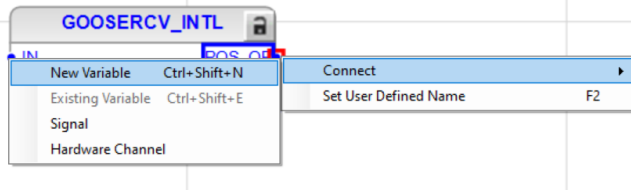

Imagen 343_Conexión de variable en el puerto de salida POS_OP del bloque GOOSERCV_INTL.
5.1.26 En el bloque de “GOOSERCV_BIN” daremos clic derecho en la salida “POS_OP”, seleccionamos “Connect - New Variable” como se observa en la **Imagen 343** y le cambiamos el nombre a la variables por “GOOSE_ES_POS_OP”.